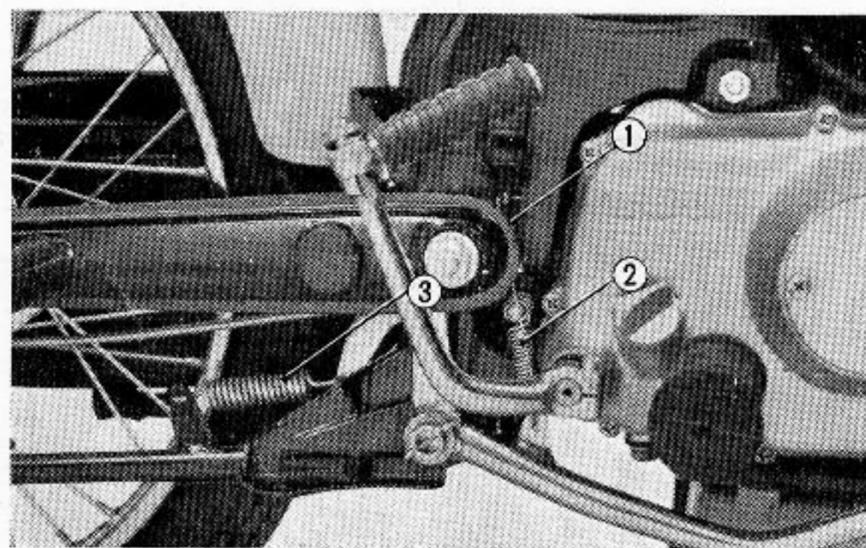

Abb. 4.46 Federn ausbauen
- (1) Schalldämpfer abbauen.
- (2) Vier 8×22 mm Sechskantbolzen lösen und die Fußrasten abbauen.
- (3) Motor aufbocken und Fußbremshebelfeder, Kippständerfeder und Stopplichtschalterfeder ausbauen. (Abb. 4.46)